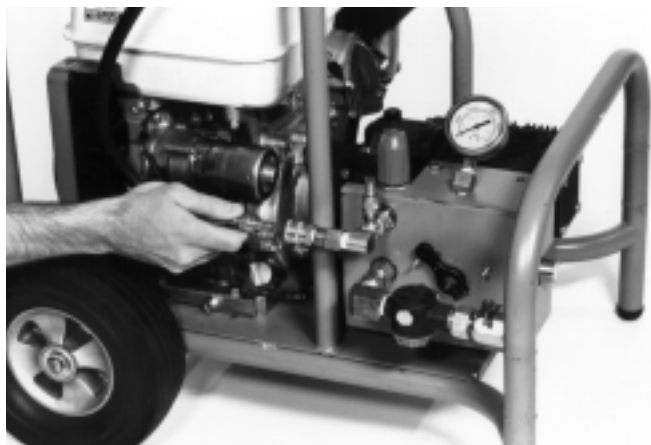

Figure 2 – Raccordement du flexible du dégorgeoir
5. Branchez le flexible de raccordement de l'enrouleur sur le raccord rapide du dégorgeoir (Figure 2).
4. Vérifiez que le flexible de connexion de l'enrouleur est branché sur le raccord rapide à la sortie du dégorgeoir (Figure 2).
- Si un enrouleur indépendant est employé, raccordez le flexible au raccord rapide à la sortie du dégorgeoir comme indiqué à la Figure 2.